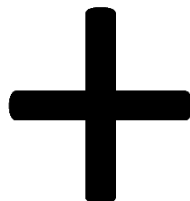
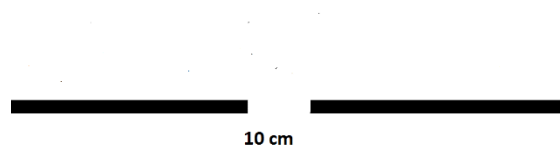

Figura 1 – Cruzamento.
Figura 2 – Gap.
- 3.3. A linha poderá cruzar sobre ela mesma (figura 1). Não serão aceitos pedidos de reconsideração com base neste motivo. O traçado da pista se dará pela combinação de retas, curvas, Gap's (falhas na linha preta figura 2) e redutores de velocidade que simulam terreno hostil.
Nas junções (observar figura 1) não haverá marcações de orientação para os robôs. Demarcações fora do traçado apenas ocorrerão na área de partida/chegada dos robôs. **Porém haverá marcações de retorno a pista caso o robô se perda no traçado.** As curvas não terão raio máximo e nem raio mínimo.